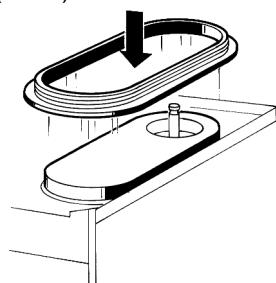

Bild 7
- 4** Behälterdichtung auf den Verdampfer aufsetzen. Achtung! die dicke Seite der Dichtung zeigt dabei nach unten zur Tauwasserschale (Bild 7).